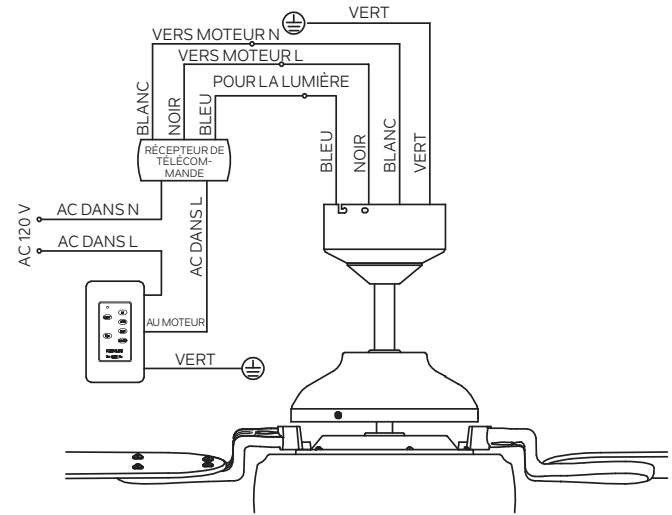

Fig. 16
**Étape 2.** Raccordements électriques du moteur au récepteur : (Fig. 16)
**Étape 3.** (Fig. 16) Connexions électriques des câbles d'alimentation du récepteur à la maison : Raccordez le fil noir (chaud) du plafond au fil noir marqué « AC DANS L » depuis le récepteur. Raccordez le fil blanc (Neutre) du plafond au fil blanc marqué « AC DANS N » depuis le récepteur. Fixez tous les raccords de fils avec les écrous en plastique fournis.
**Étape 4.** (Fig. 16) Si votre boîtier de sortie a un fil de terre (cuivre vert ou nu ), raccordez-le aux fils de terre du ventilateur ; sinon raccordez le fil de terre du ventilateur au support de montage. Fixez le raccord du fil avec un écrou en plastique fourni. Après avoir raccordé les fils, écartez-les de manière à ce que les fils vert et blanc soient d'un côté du boîtier de sortie et que les fils noirs et bleus soient de l'autre côté. Rentrez soigneusement les raccordements des fils dans le boîtier de sortie.